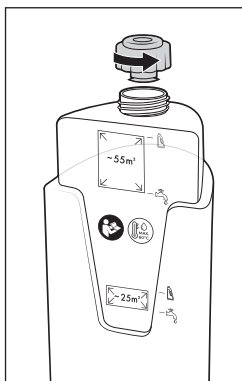

Fig. 7
- ◆ Capovolgere il contenitore dell'acqua pulita 11 e svitare il coperchio (vedere fig. 7).